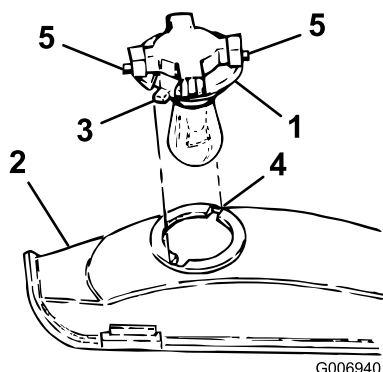

Figure 52
3. Dévissez l'embase d'un quart de tour dans le sens anti-horaire et enlevez-la du réflecteur (Figure 52).
4. Alignez ces languettes (Figure 52) et les fentes du réflecteur, introduisez l'embase dans le réflecteur et vissez-la à fond d'un quart de tour vers la droite.